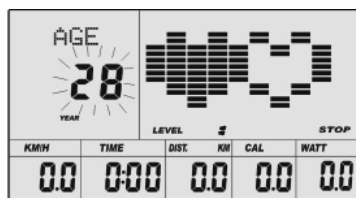

图 31
- F. 年龄的读数闪烁, 按 UP、DOWN 键 (或旋转) 设定用户的年龄, 然后按 ENTER 键确定所设置的数值。(如图 31)